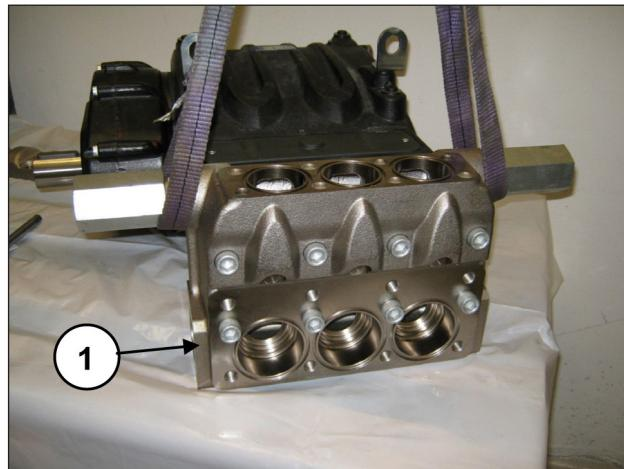
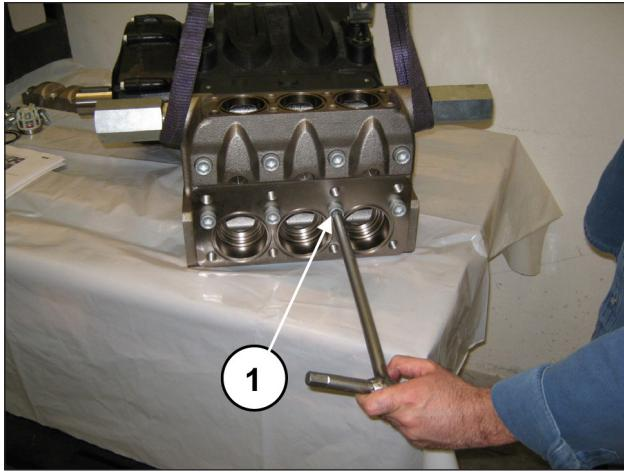

Рис. 164
Рис. 165
Установите торец на картер насоса (поз. ①, Рис. 164), стараясь не задеть поршни, и завинтите 8 винтов M16x150 (поз. ①, Рис. 165).